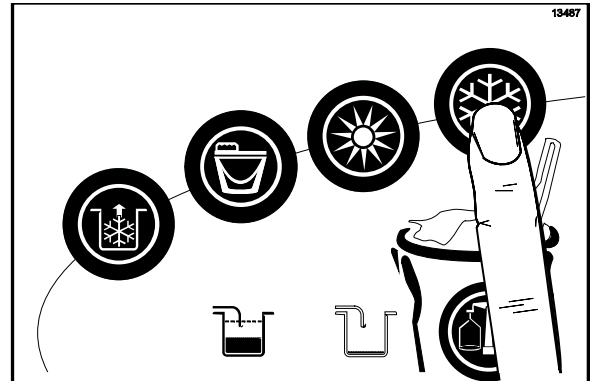

Figure 39
32. Pour reprendre le fonctionnement normal, appuyer sur le symbole AUTOMATIQUE ❄️ (Cf. Figure 39). La commande comporte une option dans le menu du manager qui permet d'activer ou de désactiver la fonction de DÉMARRAGE AUTOMATIQUE. Une fois que le DÉMARRAGE AUTOMATIQUE est activé, la machine sort automatiquement du mode d'ATTENTE et lance le mode automatique des deux côtés, à une heure prévue chaque jour (Cf. page 82).